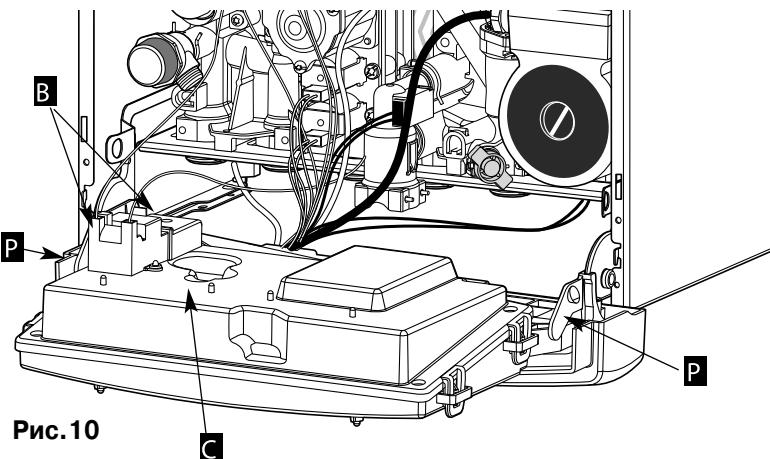
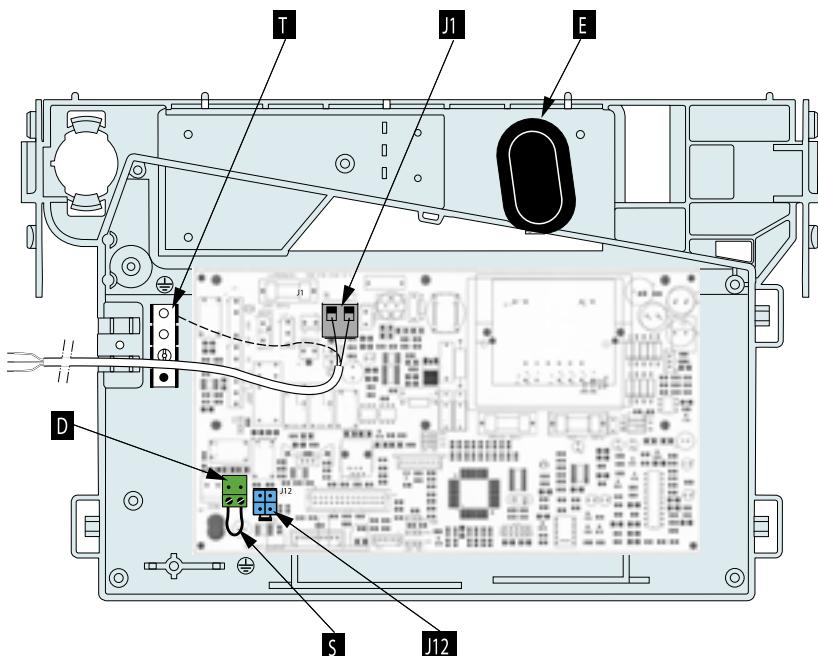

Рис.10
Рис.11
- Напряжение 230 В и заземление. Подключение осуществляется при помощи провода "2 фазы + заземление", который поставляется вместе с аппаратом и соединен с клеммной коробкой J1 (рис. 11).
При помощи отвертки откройте клеммную коробку D (рис. 11).
- отвернуть винты B и снять крышку C (рис. 10);
Разъем J12 (рис. 11), предназначен для подключения программатора (опция, см. соответствующую инструкцию).
**Выключите электропитание котла**, снимите кожух, откройте блок, нажав на два фиксатора P (рис. 10): органы регулировки находятся на электронной плате за заглушкой E (рис. 11).